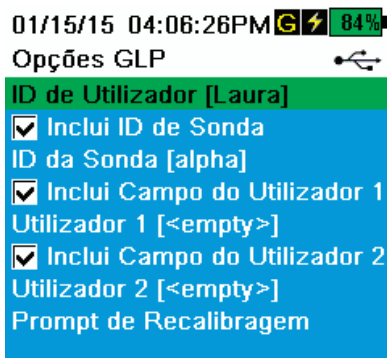

Figura 13 Opções GLP
- Outra identificação específica do utilizador (Campo do Utilizador N° #1 e N° #2) (Figura 13).